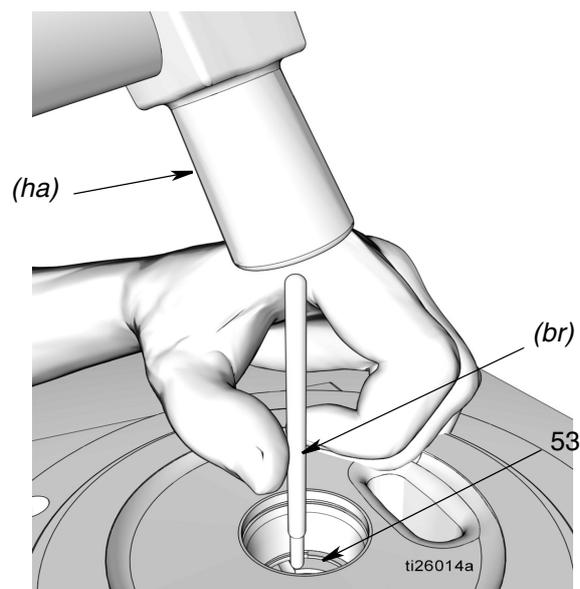

FIG. 29
- Utilizzare un'asta in ottone morbido (*br*) e un martello per colpire delicatamente la manica dell'elemento della pompa (53) e rimuoverlo dalla base della stessa (1) (FIG. 29).